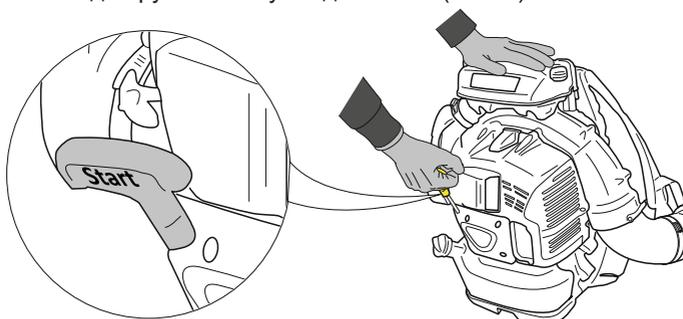

Рис. 4
Предназначена для ручного запуска двигателя (Рис. 4).
4. Крепко удерживайте воздухоудвку на земле, прижав одной рукой, чтобы не потерять контроль во время запуска (Рис. 4).